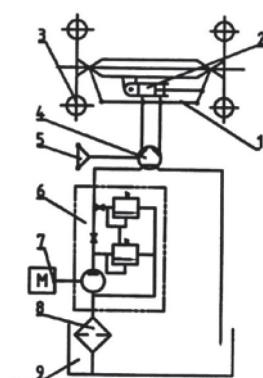

Рис. 10. Принципиальная схема гидравлических рулевых механизмов.
5.4.1. Принцип действия и функционирования полного гидравлического рулевого механизма (смотрите Рис. 10)
Принцип работы гидравлических рулевых механизмов показан на рис.10. Картер ведущего моста задней оси (9) также может быть использован как масляный бак рулевых механизмов. Под низким давлением масло вытекает из насоса беспрерывного течения HLCB-D06/06 (L) (6) в дизельный двигатель (7) через отверстие трубы насоса. Масло под устойчиво высоким давлением попадает в гидравлическое управление рулевого механизма модели BZZ1-E80 (4) и приводит в действие управляющий цилиндр (2) для приведения в действие рулевого механизма, а избыток масла возвращается к насосу через возвратную масляную трубу. Насос постоянного действия приспособлен для поддержки стабильной подачи масла, чтобы гарантировать устойчивую работу гидравлического рулевого механизма. Во время работы двигателя, гидравлический рулевой механизм трактора может работать только при повороте руля, и гидравлический подъемник не должно сбивать настройку управления.